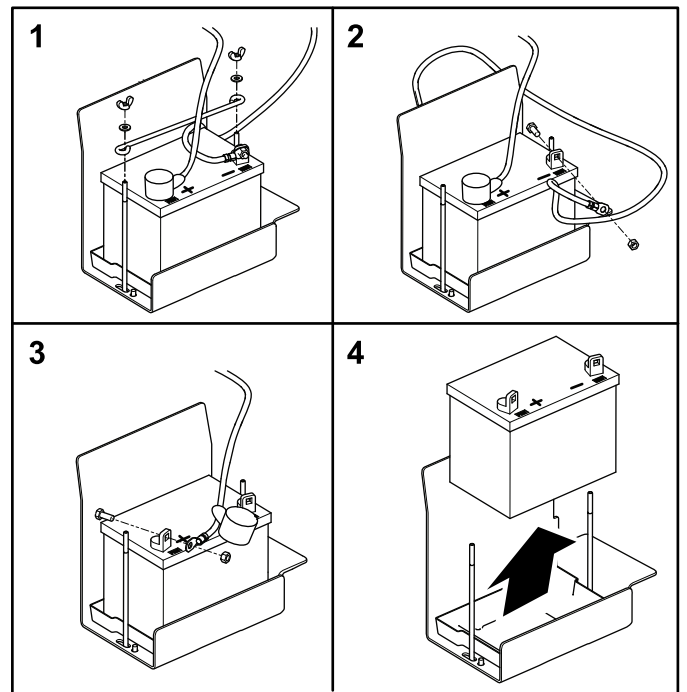

**Figura 50**
3. Cuando la batería esté completamente cargada, desconecte el cargador del suministro eléctrico, y desconecte los cables del cargador de los bornes de la batería (Figura 50).